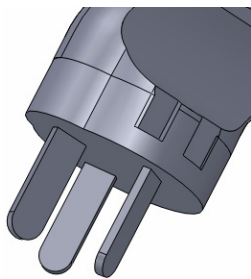

图 15-69 圆角其他拉伸特征
- (3) 用与上同样的方法, 圆角其他矩形拉伸特征, 如图 15-69 所示。